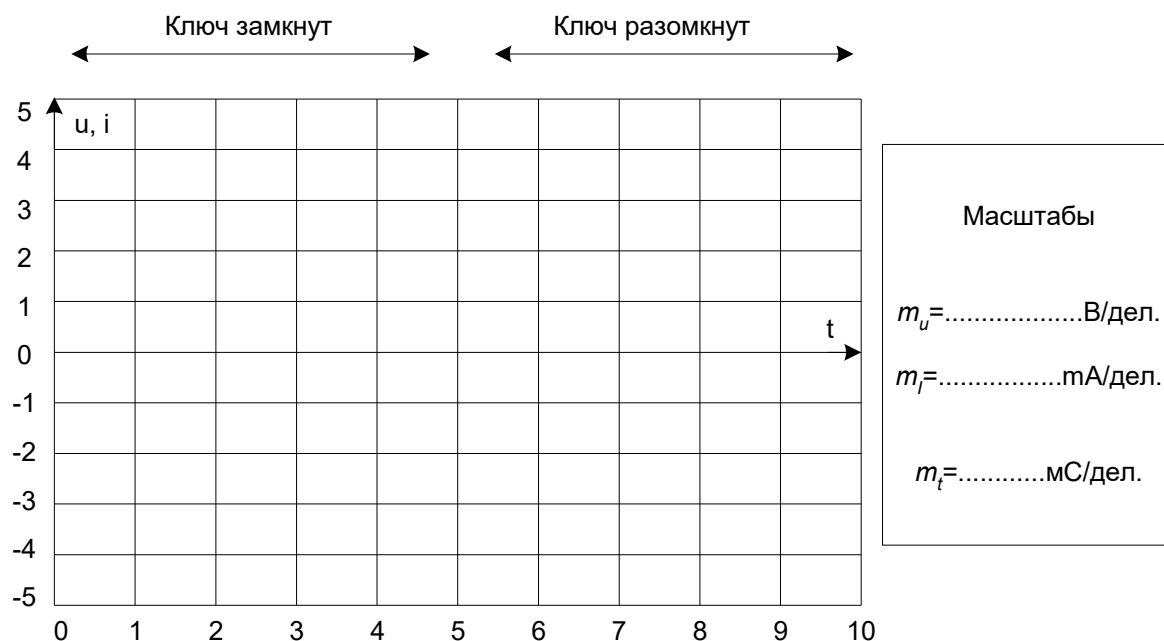

Рисунок 2
1.2. Включите осциллограф, установите развёртку 0,5 мС/дел и перерисуйте изображение тока и напряжения на катушке на график (рис. 2). Не забудьте указать масштаб для каждой кривой. Определите по графику или непосредственно по осциллографу докоммутационные ($t = 0_-$) начальные ($t = 0_+$) и установившиеся ($t \rightarrow \infty$) значения токов и напряжений на катушке в двух случаях: 1 – *ключ замыкается*; 2 – *ключ размыкается*. Занесите их в таблицу 1.